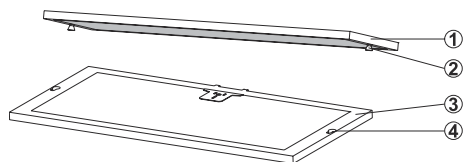

Fig. 8: Posizionamento del filtro a carboni attivi
2. ➔ Il filtro a carbone attivo è posizionato sul lato posteriore del filtro dell'olio in metallo. Spingilo lateralmente per rimuoverlo (Fig. 8).